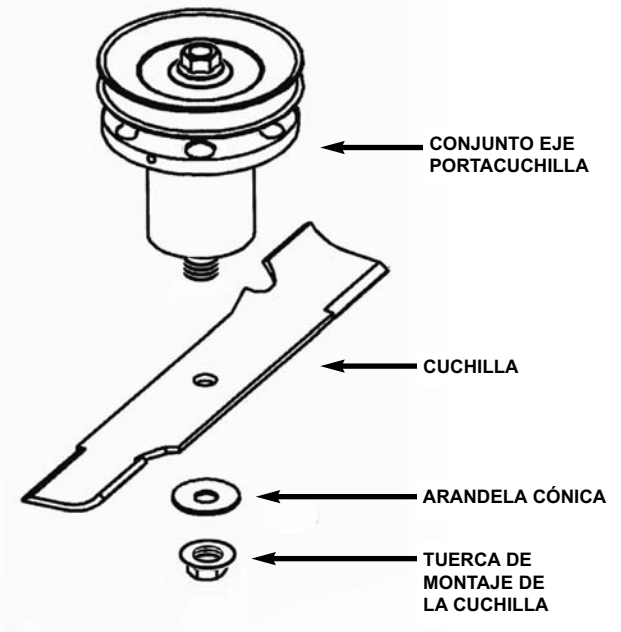

FIGURA 5.15
1. Retire la cuchilla. Vea la figura 5.15.
5. Vuelva a instalar la cuchilla. Vea la figura 5.15. Apriete las tuercas de montaje de la cuchilla al rango recomendado de 70 a 80 lbs-pie.